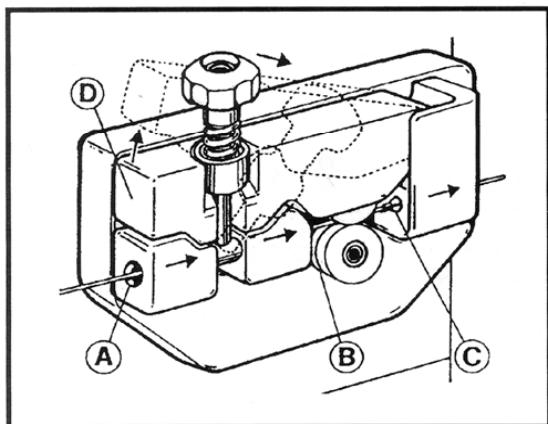
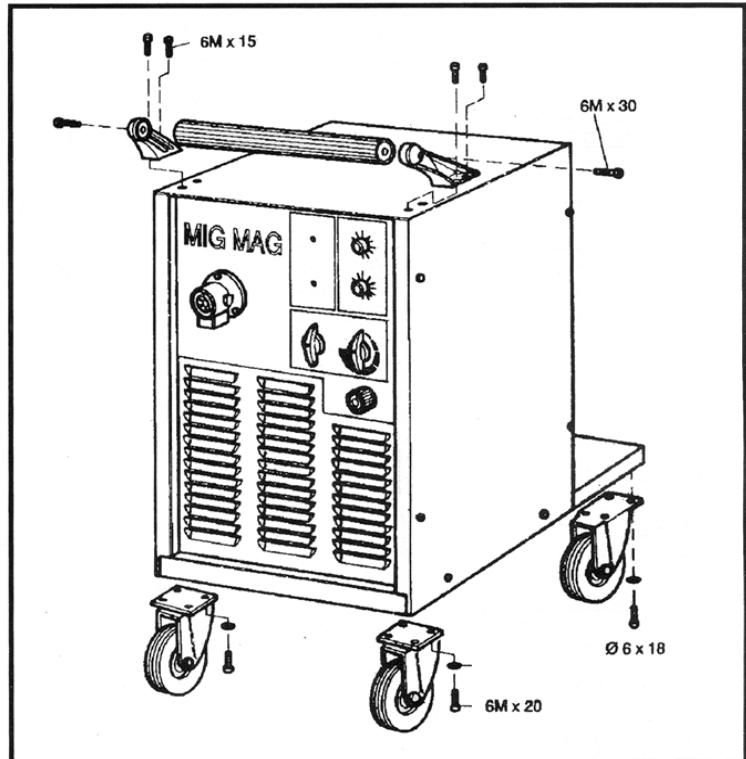

Fig. 2
Fig. 3
- Montare i particolari in corredo alla saldatrice (fig. 3).
- Montare la torcia di saldatura (52).
- Assicurarsi che il filo di saldatura passi dentro la gola del rullino (B fig. 2) e che siano perfettamente allineati. Prima di collegare il cavo di alimentazione (30) assicurarsi che la tensione di rete corrisponda a quella della saldatrice e che la presa di terra sia efficiente.